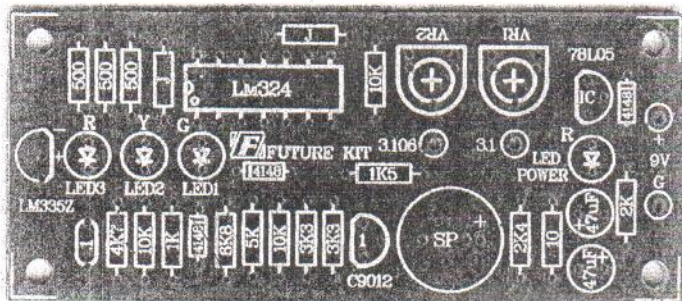

Рис.3 Монтажная схема
- отформулируйте выводы компонентов и установите их на плате, в соответствии с монтажной схемой (рис.3);